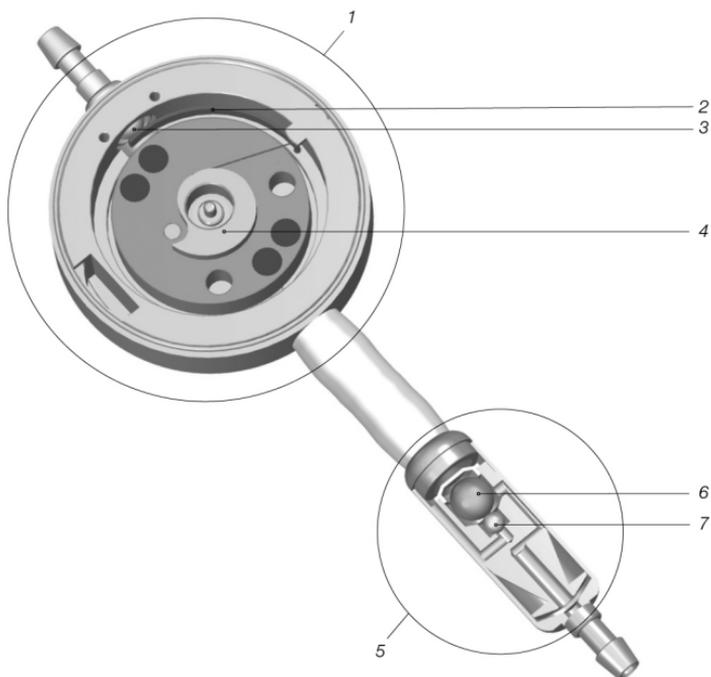

Bild 1: proGAV 2.0 visad i tvärsnitt
proGAV 2.0 är ett ventilsystem som tillverkas av titan. Det består av en reglerbar differensstryckenhet (1) och en gravitationsenhet (5) (Abb. 1).